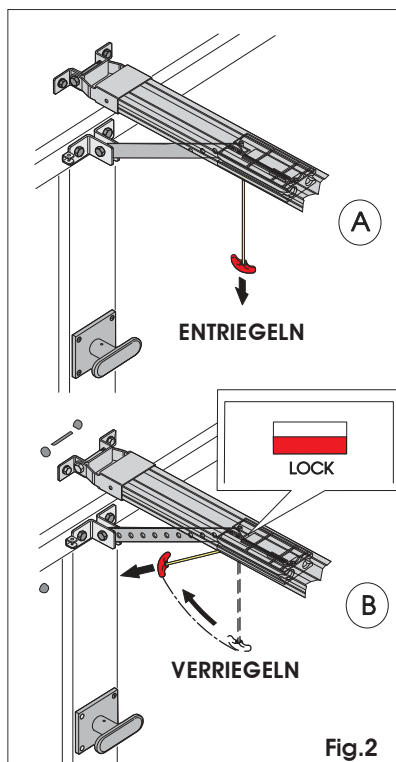

Fig. 2
- Den Antrieb entriegeln und hierzu den Freigabeknauf nach unten ziehen (Abb. 2 Bez. A).
- Die Automation erneut verriegeln und hierzu den Griff waagrecht ziehen (Abb. 2 Bez. B) und sicherstellen, dass das Fenster „LOCK“ unterhalb des Schlittens beim Loslassen rot ist. Dies bedeutet, dass der Betrieb ordnungsgemäß wiederhergestellt wurde.